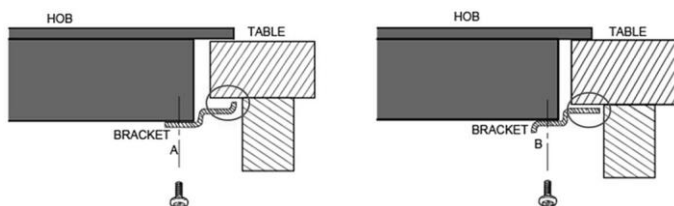

Fig. 6
- Asegúrese de que los soportes de montaje no toquen las superficies internas de la encimera después de la instalación (véase la fig. 6).